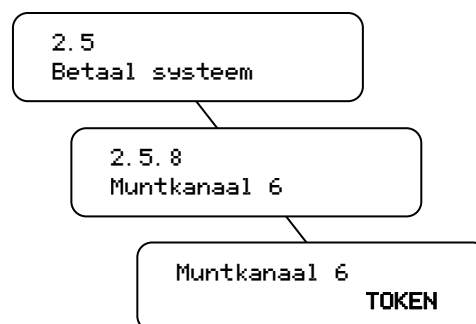

Fig. 23
4. **Servicemenu**; verander muntkanaal 6 (menu item 2.5 Betaalsysteem) van €2,00 naar **TOKEN** (Fig. 23).